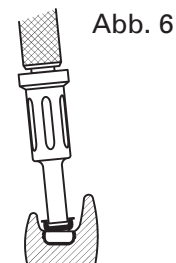

Abb. 6
8. Verwenden Sie das Ausgliederungswerkzeug für die Patrizze (Teil des Locator Werkzeugs), um die schwarze Bearbeitungspatrizze aus der Metallkappe zu entfernen. Pressen Sie den scharfen runden Rand am Ende des Ausgliederungswerkzeugs fest bis auf den Grund der Plastikmatrizze, sodass er sich im schwarzen Einlegeteil verfängt und man mit dem angewinkelten Werkzeug die Plastikpatrizze aus dem Metallgehäuse ziehen kann (Abb. 6). Um die Plastikpatrizze von der Spitze des Werkzeugs zu entfernen, halten Sie das Werkzeug nach unten, weg vom Körper, und drehen Sie das Ausgliederungswerkzeug für die Patrizze im Uhrzeigersinn zurück auf das Locator Werkzeug. Dieses Vorgehen aktiviert den Entfernungsbolzen, der die Nylonpatrizze von der Spitze des Ausgliederungswerkzeugs entfernt.